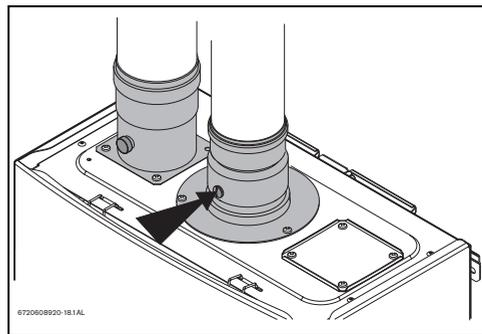

Fig. 51 Punto di misurazione
- ▶ Rimuovere le vite dell'accessorio base di scarico combusti (Fig. 51).